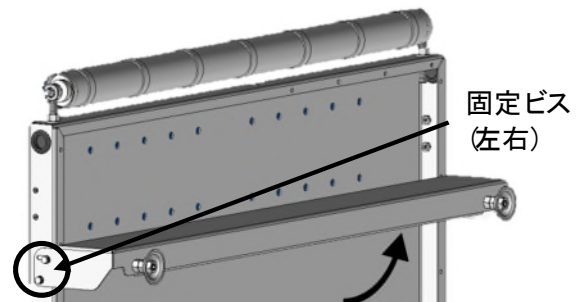

Figure 4-6
- 4) 足をビスで固定してください。(Figure 4-6)